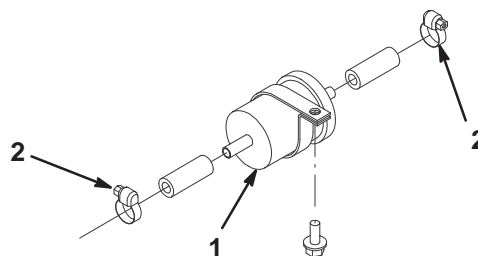

Figure 45
3. Desserrez les colliers de serrage aux deux extrémités du filtre (Fig. 45) et débranchez les conduites.